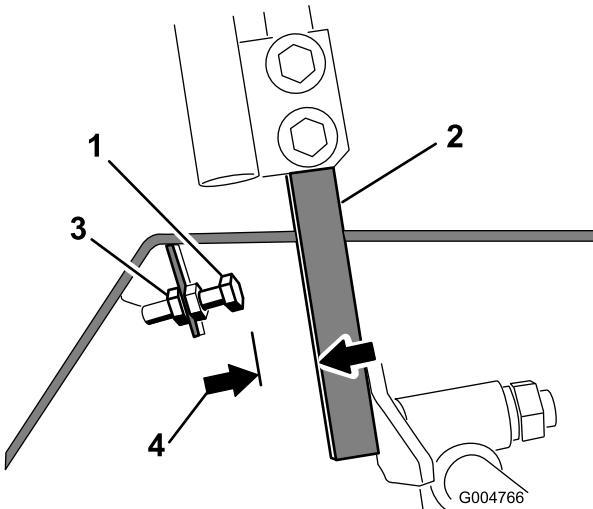

Figura 57
4. Allentate il controdado sul bullone di fermo di una leva di controllo (**Figura 57**).